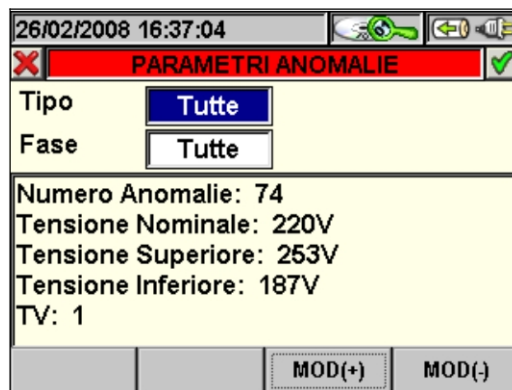

Fig. 121: Parametri Anomalie
- Il tasto **F2** (o la voce **PARAM** sul display) accede alla pagina che mostra le impostazioni eseguite per le Anomalie di Tensione (Fig. 121).